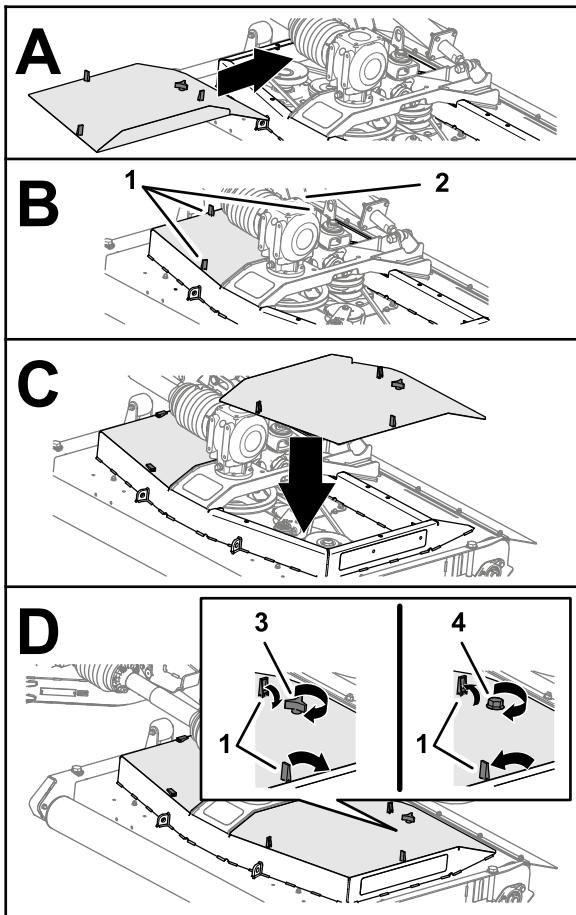

Figura 41
1. Allineate i fermi del coperchio del piatto di taglio del tosaerba con i fori nel relativo piatto (Figura 41).
2. Montate il coperchio del piatto di taglio sul piatto di taglio del tosaerba (Figura 41).
3. Fissate il coperchio (Figura 41) come segue:
4. Fissate i 3 fermi del coperchio al piatto di taglio (Figura 41).
5. Ripetete i passaggi da 1 a 4 per gli altri coperchi rimossi (Figura 41).